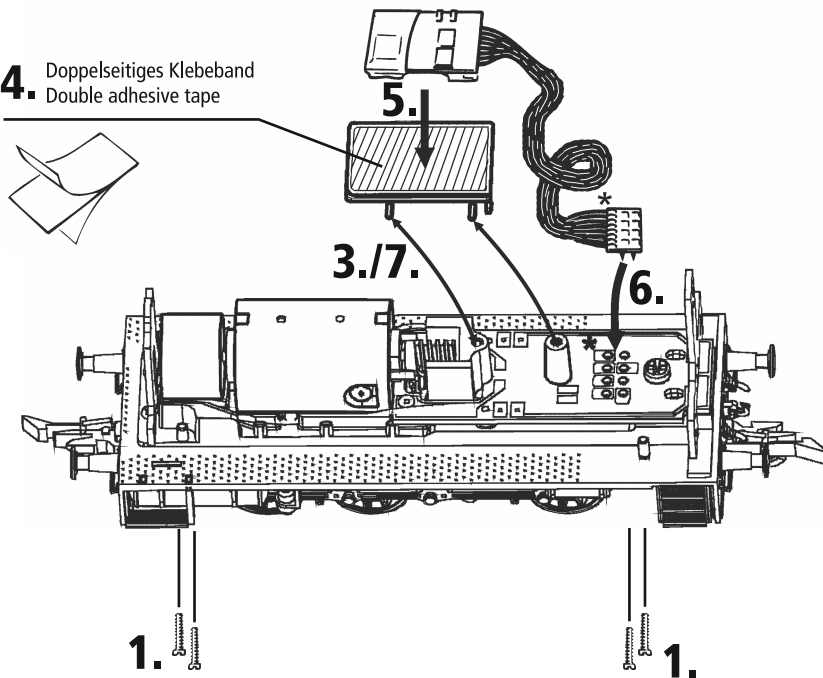

Fig. 7
3. Kohlebürstenwechsel: Lokgehäuse abnehmen (Fig. 3). Danach wird der **Motor ausgebaut** und die **Kohlebürsten ausgewechselt** (Fig. 7).
Zusammenbau: Bitte achten Sie beim Zusammenbau auf die richtige Lage der Kontakte (Fig. 7/6).
3. Remplacement des balais du moteur: Démontez la caisse (voir fig. 3). Démontez ensuite le moteur et échangez le balais (fig. 7).
L'assemblage: Lors de l'assemblage **veillez veiller à la position correcte des lames de contact** (voir fig. 7/6).
3. Carbon Brush Changing: First **remove** loco body (fig. 3), and then the **motor** (fig. 7).
Assembly: During assembly please take care of **correct position of contacts** (fig.7/6).